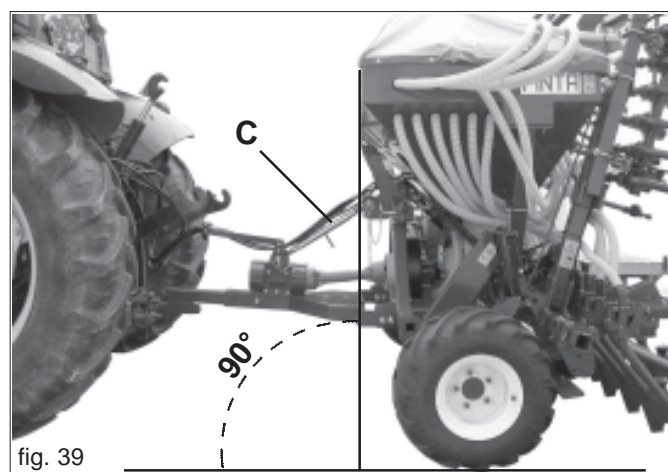

fig. 39
- 1) Appliquer l'équipement au crochet d'attelage du tracteur. Bloquer le goujon d'attelage avec la goupille de sécurité; au moyen du tirant de réglage (C Fig. 39) faire en sorte que le semoir soit perpendiculaire au terrain (Fig. 39).